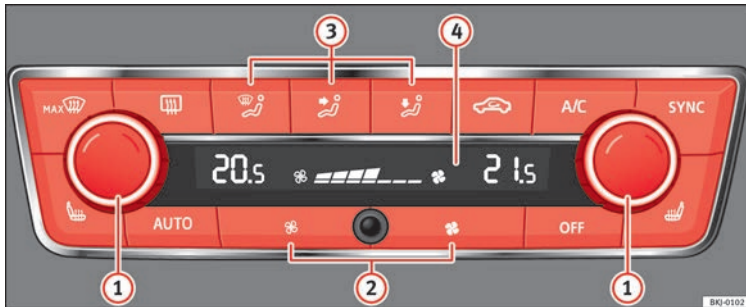

Abb. 174 Climatronic: Bedienelemente
- Stellen Sie die Gebläsestufe auf Null »» **Abb. 174** ② oder drücken Sie die Taste **OFF**.
- Drücken Sie die Taste **AUTO** »» **Abb. 174**. »»
- Nach dem Einschalten der Zündung können Sie mit dem Drehregler **1** »» **Abb. 174** die gewünschte Innentemperatur einstellen.
- Drücken Sie die Taste **MAX** »» **Abb. 174**.